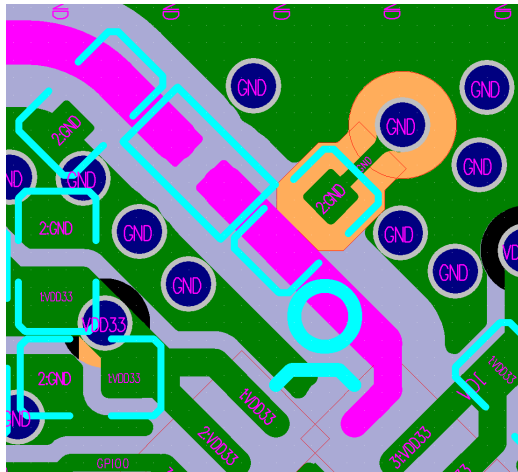

图 19: ESP32-H2 系列芯片四层板射频短截线设计
- π 型 CLC 匹配网络中靠近芯片侧对地电容的 GND 焊盘与地之间建议增加短截线，可有效抑制二次谐波。短截线的长度建议为 15 mil，线宽根据 PCB 叠层结构进行确定，确保短截线的特征阻抗为 $100\ \Omega \pm 10\%$ 。此外，短截线地孔与第三层相连，第一、二层做 keep-out 隔离处理。图 19 中的高亮走线即为短截线。当 π 型匹配网络元器件封装为 0201 以上时，则无需做短截线处理。